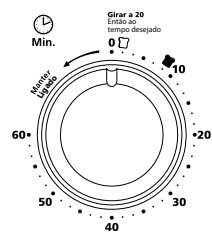

Figura 3
5. **Botão para controlar o timer com sinal sonoro** - Ajuste o tempo de cozimento em até 60 minutos. Irá desligar "O" o forno automaticamente quando terminar o tempo de cozimento. (Veja a Figura 3)